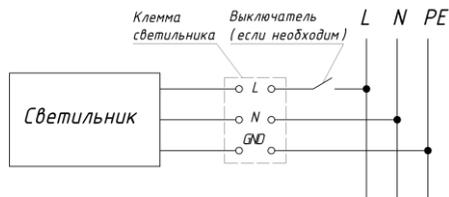

Рисунок 6.
5.7. Заведите кабель внутрь стены и подключите согласно схемы подключения (рисунок 6).